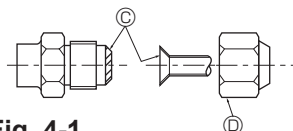

Fig. 4-1
А (Fig. 4-1)
Б (Fig. 4-1)
4.2. Құбырларды жалғау (Fig. 4-1)